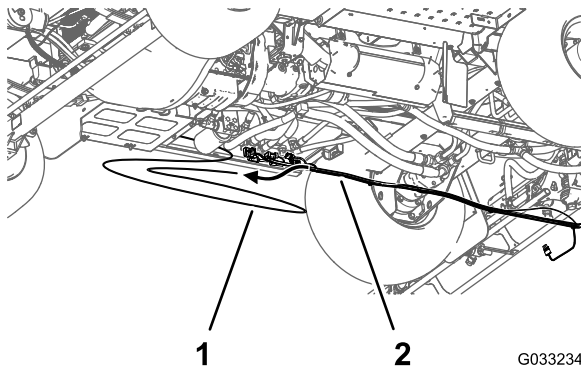

図 27
- 7. 車両の後部ワイヤハーネスから、ダッシュボードの水圧計用の水圧検知チューブを抜き出す 図 27。